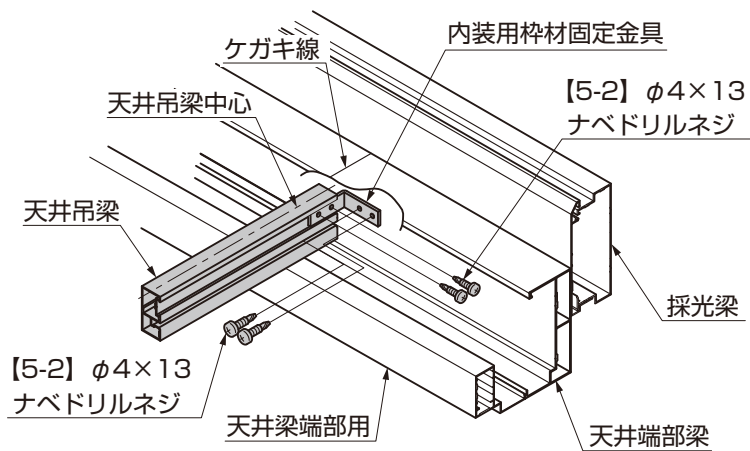
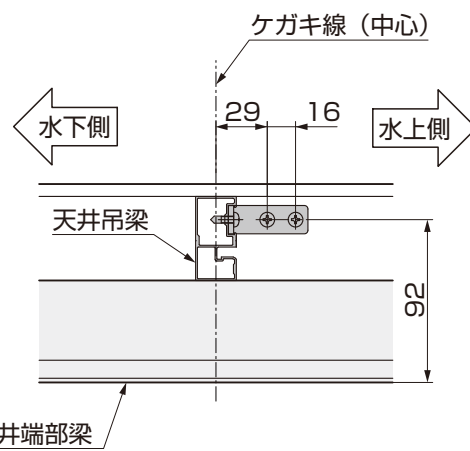

図6-19
図6-20
- ②天井吊梁を天井梁端部用上面に乗せ、ケガキ線(中心)に天井吊梁中心と合わせてください。(図6-19参照)
- ③天井吊梁から、内装用枠材固定金具を引っ張りだし、天井端部梁に突き当ててください。(図6-19参照)
- ④内装用枠材固定金具を【5-2】で天井端部梁または、前後梁、中間梁に取付けてください。(図6-19、図6-20参照)
- 前後梁、中間梁に内装用枠材固定金具を取付ける際は、中心にケガキ線を描いて、取付け位置にφ3.5の下穴をあけてください。(図6-19、図6-20、図6-21、図6-22参照)
- ⑤内装用枠材固定金具を【5-2】で天井吊梁に取付けてください。(図6-19参照)
- ①天井吊梁にφ3.5の下穴をあけ、天井連結金具を【5-2】で取付けてください。
- ②天井端部梁にφ3.5の下穴(写し穴)をあけ、天井連結金具を【5-2】で取付けてください。